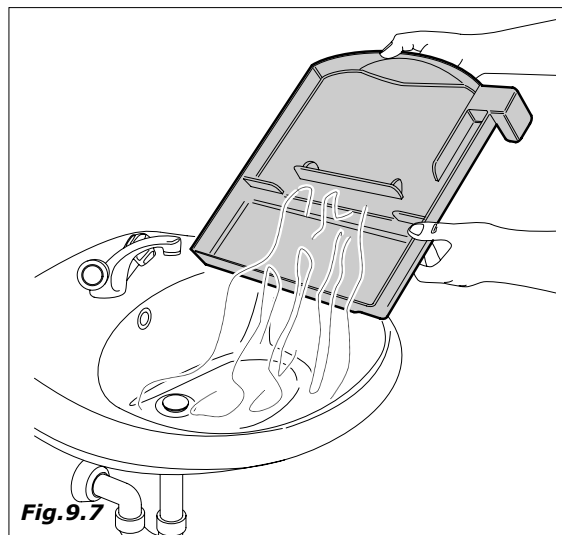

Fig.9.7
- sacar el cubo de residuos para limpiarlo o sustituirlo (Fig.9.7)